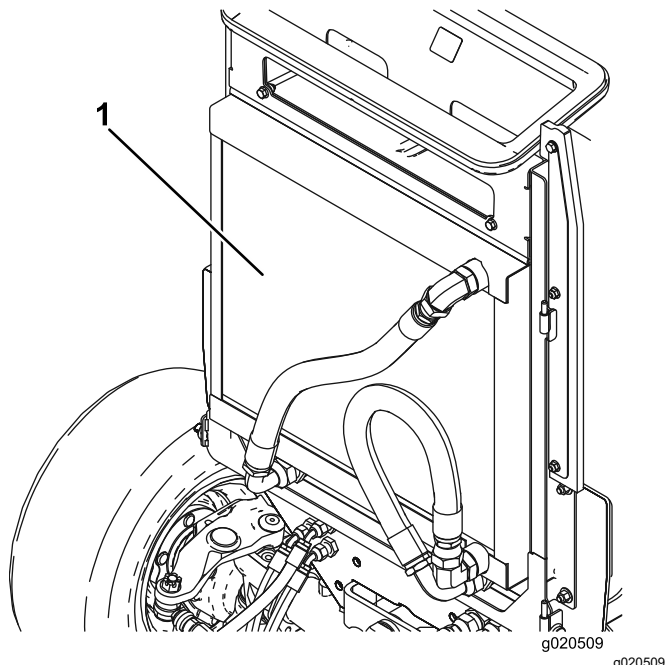

Figura 80
5. Limpie a fondo ambos lados del enfriador de aceite y del radiador con aire comprimido (Figura 80).